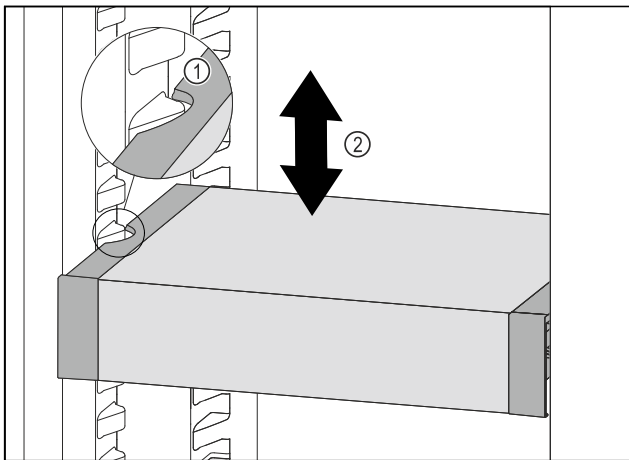

Fig. 110
- VarioSafe nach vorne ziehen, bis sich die seitlichen Aussparungen des VarioSafes auf Höhe der Behälterrippe im Kühlteil befinden. Fig. 110 (1)
- VarioSafe im Kühlteil nach oben oder unten bewegen, bis gewünschte Höhe erreicht ist. Fig. 110 (2)